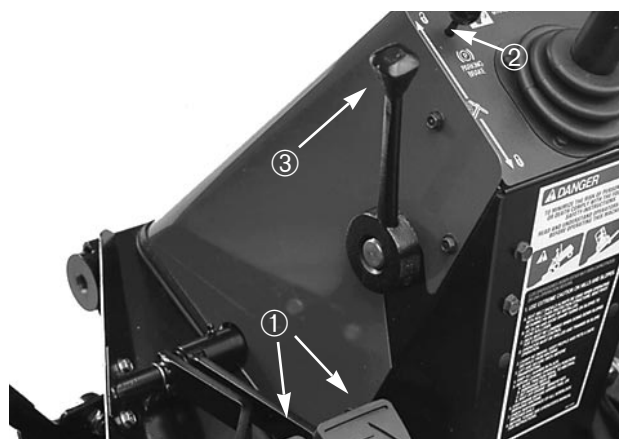

Figure 17
**Pédales de frein** (Fig. 17)—Deux pédales en bas à gauche actionnent les freins de roues individuels pour faciliter le braquage, pour se garer et pour une meilleure traction sur pente. La goupille de blocage est destinée au stationnement.
**Verrou du frein de stationnement** (Fig. 17)—Un bouton situé à gauche de la console actionne le verrou du frein de stationnement. Pour enclencher le frein de stationnement, connecter les pédales avec la goupille de blocage, appuyer sur les deux pédales et tirer le verrou du frein. Pour relâcher le frein de stationnement, appuyer sur les deux pédales jusqu'à ce que le verrou se rétracte.
**Levier d'inclinaison du volant** (Fig. 17)—Lever à gauche de la console pour régler le volant en fonction du confort de l'utilisateur.